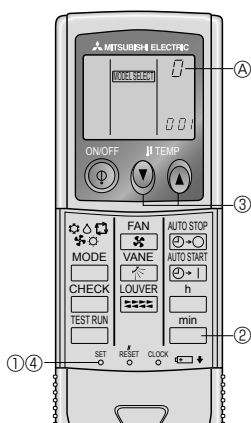

Fig. 6-8
5) Een afstandsbediening aan elk apparaat toewijzen (Fig. 6-8)